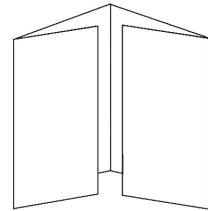

Abb. 4: Fensterfalz
2.10 Probelauf	<ul style="list-style-type: none"> <li>– Von der Richtlinie abweichende Beilagen – z. B. Sonderformate, abweichende Gewichte, Warenproben, spezielle Falzarten (z. B. Fensterfalz, siehe Abb. 4), besondere Bedruckstoffe – bedürfen der Abstimmung und gegebenenfalls eines Testlaufes.</li> <li>– Für einen Testlauf werden 500 Exemplare benötigt.</li> </ul>